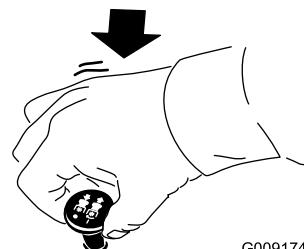

Bild 27
1. Stellen Sie den Zapfwellenantriebschalter in die Aus-Stellung, um die Messer auszukuppeln (Bild 27).